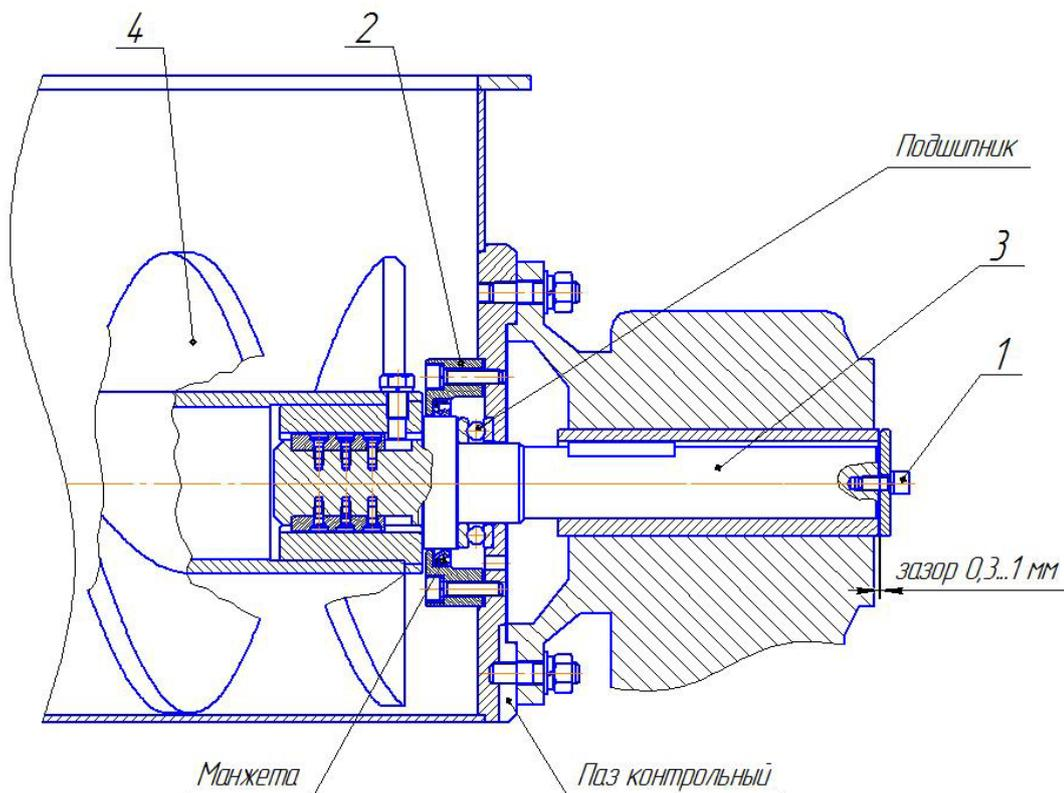

Рис.2 Подшипниковый узел
- осуществлять внешний контроль за герметичностью манжет 1.1-75x95-1 ГОСТ 8752-79 между корпусом опорным и редуктором, наблюдая возможную протечку через контрольный паз (рис. 2) в корпусе сепаратора.
- проводить смазку шарикового упорного подшипника 8209Н ГОСТ 7872-89 предварительно сняв крышку подшипника (рис. 2). Смазка ЦИАТИМ–221 ГОСТ 9433-80 или аналогичная.
1. Замена манжеты (см. рис. 2):
2 Замена упорного подшипника (см. рис. 2):